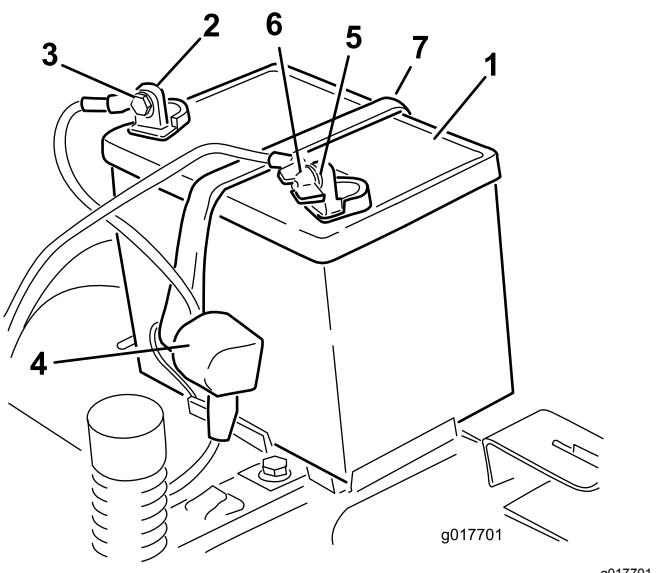

Figura 48
- Desconecte el cable negativo de tierra (negro) del borne de la batería (Figura 48).
- Desconecte el cable positivo (rojo) del borne de la batería (Figura 48).
- Retire la correa de sujeción de la batería (Figura 48) y levante la batería para retirarla de su bandeja.
1. Coloque la batería en la bandeja (Figura 48).
5. Fije la batería con la correa de sujeción (Figura 48).